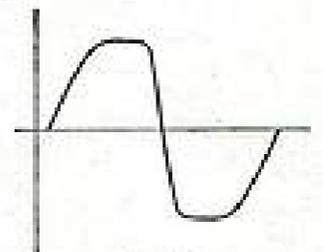
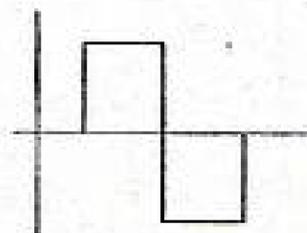

Fig. 3
Fig. 2
d'acier dont la fréquence de résonance est de 50 périodes. Des contacts au tungstène sont fixés sur cette lame d'acier et connectent la batterie à l'extrémité supérieure de l'enroulement primaire du transformateur élévateur et à l'extrémité inférieure. La variation de flux induit dans le secondaire une tension que l'on peut considérer pratiquement comme alternative (fig. 3) alors que le courant dans le primaire a la forme de la figure 2.
Chaque demi-primaire est réalisé en bobinage bifilaire; le premier de ces bobinages est dans la plaque d'un des tubes, le deuxième dans la cathode du tube opposé et vice-versa pour l'autre demi-primaire (fig. 2). Les deux bobinages très rapprochés, mais isolés, du bifilaire, sont évidemment à couplage très serré et comportent le même nombre de spires. 2 tensions égales sont développées dans l'enroulement de plaque du tube (1) et dans son enroulement de cathode puisque les deux enroulements bifilaires ont le même nombre de spires. On a affaire en somme à un déphaseur à charge répartie (cathodyne) fig. 3.
FIG. 2. — Circuit de sortie Mac-Intosh. On remarquera les enroulements bifilaires AA' et BB' et l'alimentation des grilles-écran pour que celles-ci restent au même potentiel alternatif que la cathode
FIG. 3. — Deux enroulements égaux se trouvant insérés dans la plaque et dans la cathode, la tension de sortie est partagée entre ces deux enroulements. Le gain du tube de sortie est celui d'un déphaseur cathodyne, c'est-à-dire inférieur à 2. L'étage final fonctionne avec une contre-réaction au taux de 50 %.